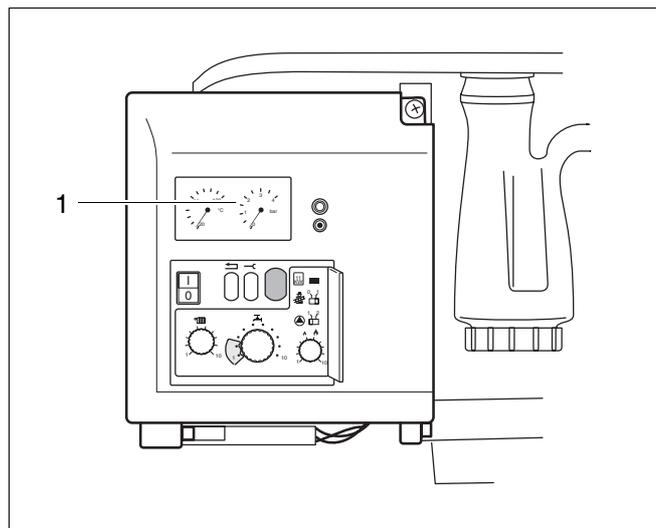

Fig. 13 Indication de pression
- Ouvrir le robinet à eau et remplir l'installation jusqu'à une pression de 1,0 - 1,2 bar (fig. 13, pos. 1). La pression optimale de remplissage est de 1,0 bar.